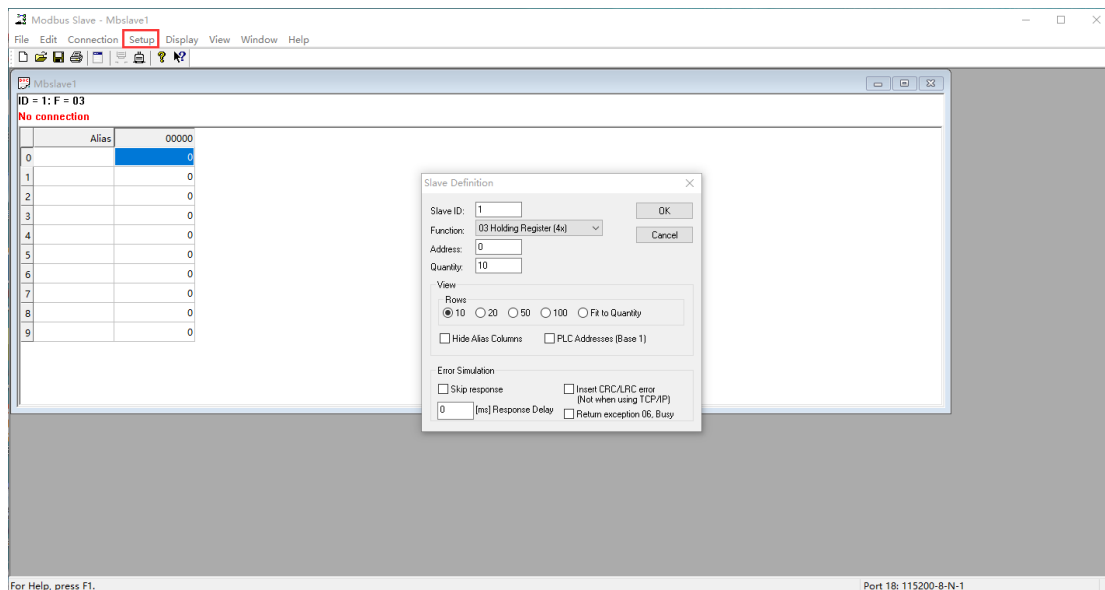

图 6-25 从机软件 MODBUS 协议设置
(5) 打开“Modbus Slave”工具, MODBUS 协议设置与“Modbus Poll”相同, 选择功能码 3, 如图 6-25 所示。